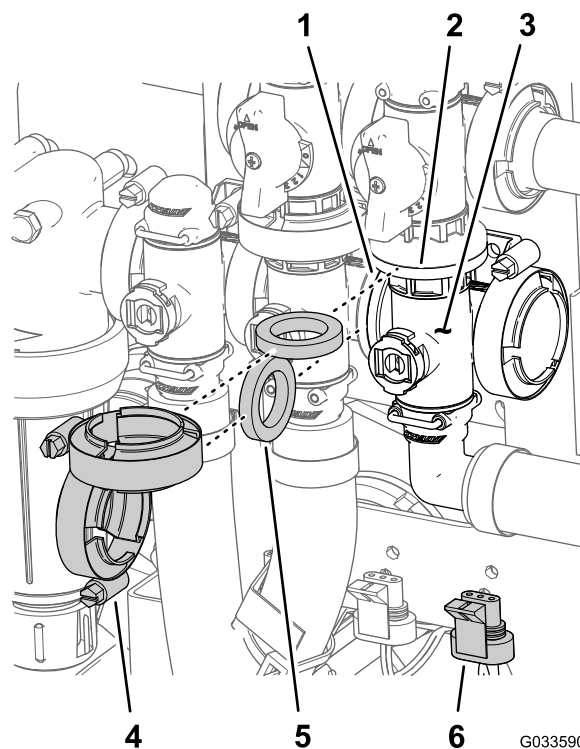

Figura 117
- Îndepărtați clemele cu guler i garniturile care fixează colectorul pentru supapa braului principal (Figura 117) de supapa de bypass a braului principal, supapa de agitare i cotul cu guler la 90° (la capătul furtunului pentru debitmetru).